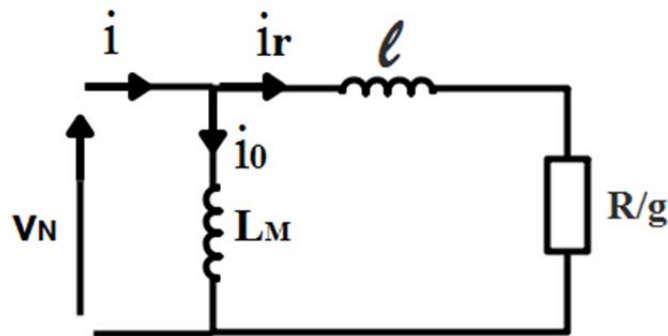

Figure 7 : Modèle équivalent monophasé simplifié de la MAS
Pour chaque phase du moteur, on adopte le modèle équivalent monophasé simplifié de la **figure 7 page 9.**
C.2.2 - A partir du modèle équivalent monophasé de la **figure 7**, exprimer la valeur efficace I_r du courant i_r en fonction de V_N , $l\omega$, R et g .